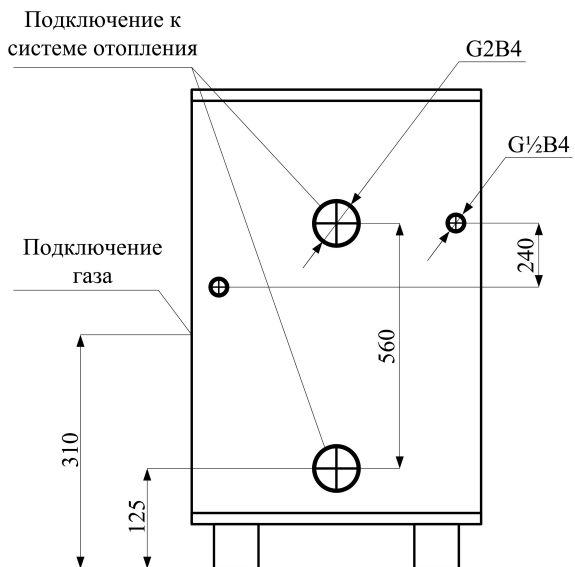

Рис. 4. Схема подключения котлов КСГВ-16; КСГВ-20
Поверните ручку управления в положение «выключено» (рис. 4).
2. Нажмите кнопку (рис. 4).